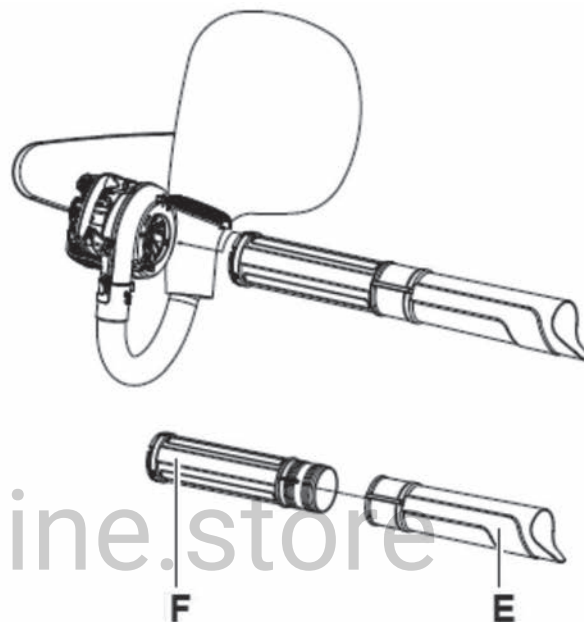

РИС. 7
4) Установите нижнюю вакуумную трубку (Е) на верхнюю вакуумную трубку (F), затем вставьте собранные вакуумные трубки в машину. Поворачивайте трубки по часовой стрелке, пока вакуумные трубки не встанут на место (рис. 7).
1) Затем выверните всю вакуумную трубку против часовой стрелки из машины и поверните части и разъедините их. (рис.7)